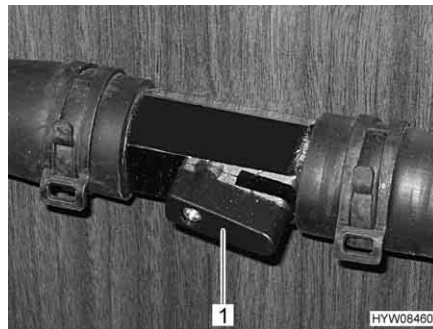

Fig. 106 Rubinetto aperto
- Posizionare la leva (Fig. 106,1) parallelamente alla tubazione (Fig. 106). Più il rubinetto viene aperto, maggiore è la prestazione del riscaldamento.
- Posizionare la leva (Fig. 106,1) verticalmente rispetto alla tubazione. Il circuito di riscaldamento funziona mediante la tubatura di bypass.